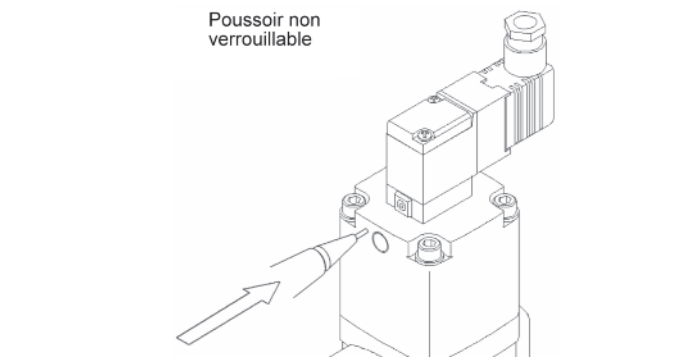

Fig. 3
- Poussoir non-verrouillable (voir Fig. 3 et 4)